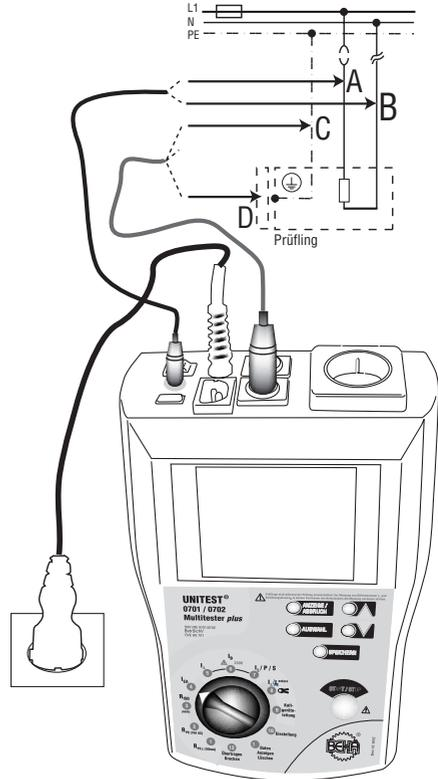

Bild 6.9: Messung des Ersatzableitstromes bei fest angeschlossenen Geräten oder Geräten ohne Netzstecker
- ▶ Schließen Sie den 0701/0702-Multitester *plus* mit dem Netzanschlusstecker (1) an eine funktionstfähige und ordnungsgemäß angeschlossene Schutzkontakt-Netzsteckdose an.
- ▶ Schalten Sie das Gerät mittels EIN/AUS-Schalter (16) ein.
- ▶ Stellen Sie den Drehschalter 'Messfunktion' (10) auf die Schalterstellung "IEA" (Funktion 4).
- ▶ Stecken Sie die Messleitung (Prüfanschluss) in die Buchse "Sonde" (3).
- ▶ Stecken Sie eine zusätzliche Messleitung in die rote Buchse "Riso/IEA (L/N)" (15).
- ▶ Drücken Sie die Taste "AUSWAHL" (11), die Messzeitanzeige (25) blinkt.
- ▶ Verbinden Sie den PE-Prüfanschluss 'Sonde' (3) mit dem Schutzleiteranschluss oder dem Gehäuse des Prüflings entsprechend C oder D von Bild 6.9. Achten Sie auf guten Kontakt mit der Oberfläche der Gehäuseteile.
- ▶ Verbinden Sie den Prüfanschluss "Riso/IEA (L/N)" (15) mit dem Anschluss L und N des Prüflings entsprechend A und B von Bild 6.9.
- ▶ Drücken Sie die Taste "START/STOP" (9). Die Messung wird gestartet, das Symbol "AKTIV" (26) erscheint im Display.